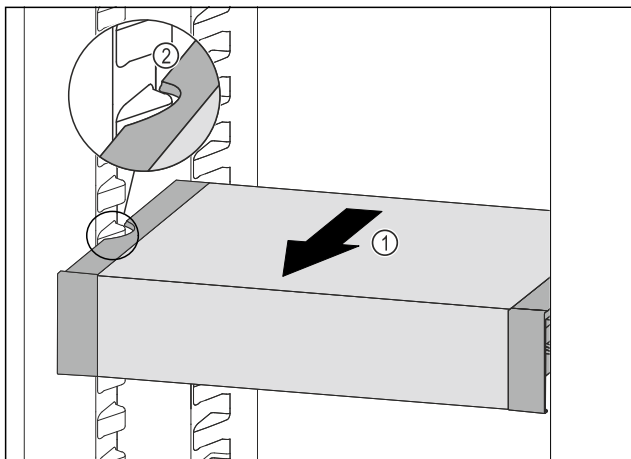

Fig. 199
- Tërhiqni VarioSafe për nga përpara Fig. 199 (1), derisa foletë anësore të VarioSafe të jenë në lartësinë e brinjëve të kutisë në pjesën e ftohjes. Fig. 199 (2)